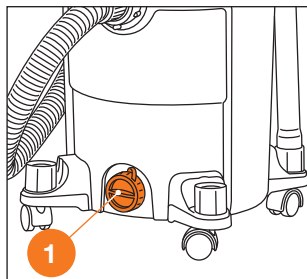
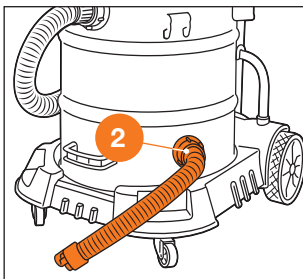

Рис. 18
Рис. 19
ся). Немедленно выключите пылесос и отключите от питающей сети. Подставьте подходящую емкость, открутите сливную пробку ① и слейте жидкость **DAVC 2500SD / 2514S / 2516S / 6025S** (Рис. 18) для модели **DAVC 6030S** открутите сливную пробку, опустите шланг ② и слейте жидкость (Рис. 19). После завершения слива жидкости установите пробку на место.